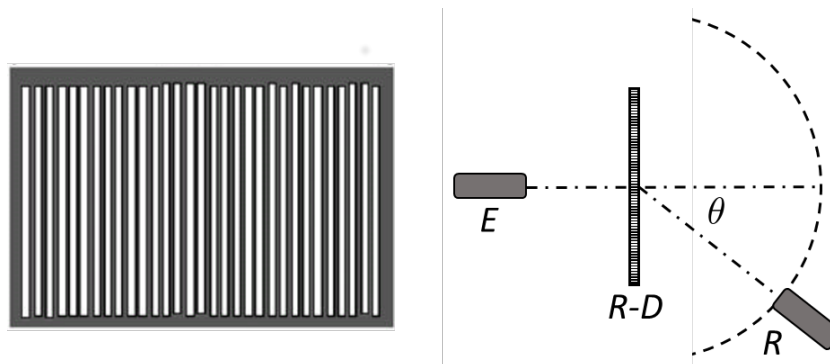

Figura 5: Red de difracción y montaje experimental para estudiar difracción de ultrasonidos.
3. Mida la intensidad al otro lado, desplazando el receptor en forma circular como se muestra en la figura 5, colocando el receptor a una distancia donde se cumpla la aproximación de Fraunhofer. En este caso la aproximación de Fraunhofer significa que la distancia entre la red de difracción y el receptor debe ser mucho más grande que el ancho de las rendijas.